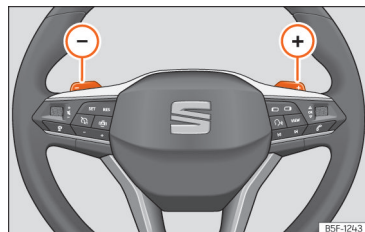

Fig. 90 Volante: alavancas para mudança automática de velocidades.
- Pressione a alavanca de mudanças (+) para engrenar uma velocidade mais alta »» Fig. 90.